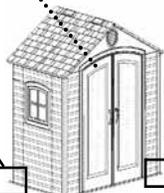

Fig. 2
**20a** In some cases, the shed doors may not completely line up at the tops (fig. 1). When this happens, identify which side is higher and use a shim (BE) to slightly raise the back corner of the high side until doors line up (fig. 2). If doors need further adjustment, insert another shim under the front corner opposite of the first shim. If the doors still need further adjustment, stack additional shims (one at a time) alternating between the back and front shims.
Dans certains cas, les portes du hangar peuvent ne pas être parfaitement alignées aux parties supérieures (figure 1). Lorsque cela se produit, identifiez le côté le plus haut et avec une cale d'épaisseur (BD), soulevez légèrement l'angle arrière du côté le plus haut pour obtenir l'alignement des portes (figure 2). Si un ajustement est encore nécessaire, introduisez une autre cale sous l'angle avant opposé à la première cale. Si un autre ajustement est requis, mettez plusieurs cales au-dessus l'une de l'autre (une à la fois) en alternant entre les cales avant et arrière.